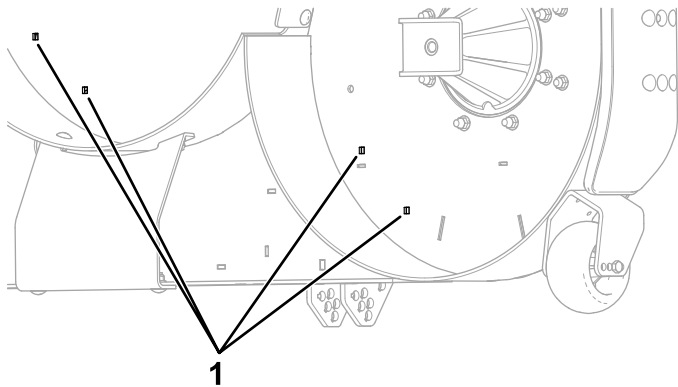

Figura 5
1. Rimuovete i 4 tappi dal piatto di taglio (Figura 5).